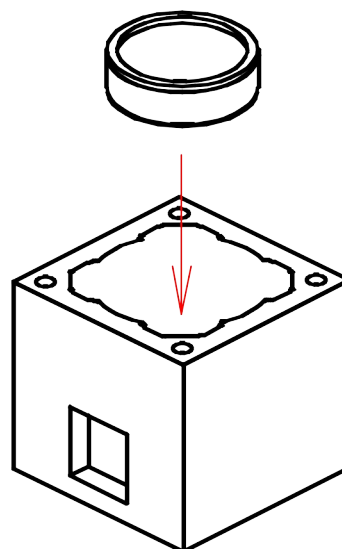

Рис.4
3. Установите внешний блок на фундамент на клей ISOTOR. Выровняйте блок при помощи строительного уровня и установите емкость для сбора золы в центре блока. Рис.4